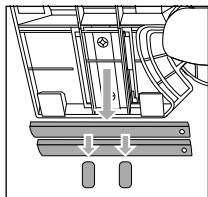

Fig. 1
- ◆ Tag holdeclipsene **8** på produktets underside af, og fjern styrestængerne **7** (se fig. 1). Bortskaf holdeclipsene **8**.